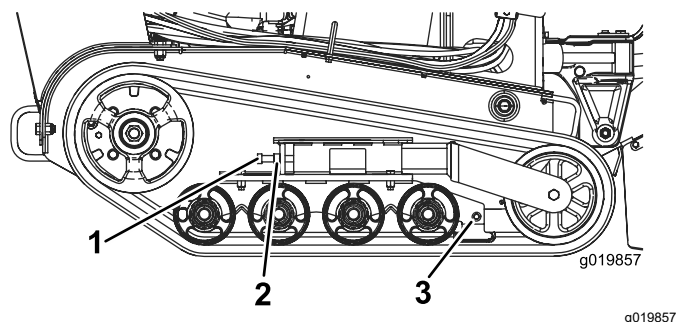

Figura 46
3. Allentate il controdado sul bullone di tensionamento dei cingoli e i bulloni del serrafilo sul braccio di tensione (Figura 46).
4. Serrate il bullone di tensionamento a un valore compreso tra 32,5 e 40 N·m per stringere il cingolo (Figura 46).
- Allentate il bullone di tensione e il controdado (Figura 46).